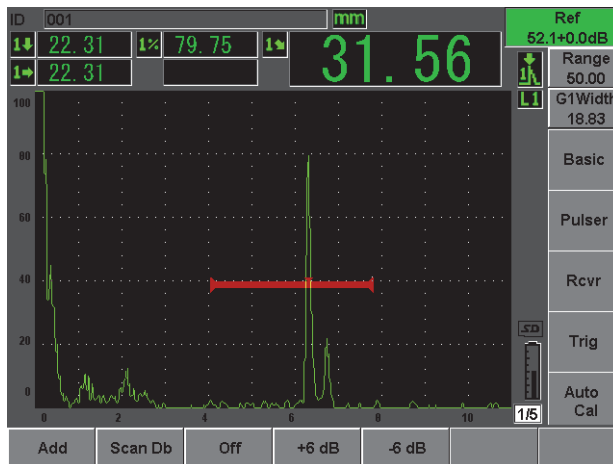

Figure 2-18 Réglage du gain de référence
4. Réglez la sensibilité en plaçant la porte 1 sur l'indication du trou ou de l'encoche de sensibilité et amenez l'indication à 80 % de la hauteur plein écran à l'aide de la fonction (**AUTO XX%**), et puis réglez le gain de référence en appuyant sur les touches [**2ND F**], (**REF dB**) [voir la Figure 2-18 à la page 54].